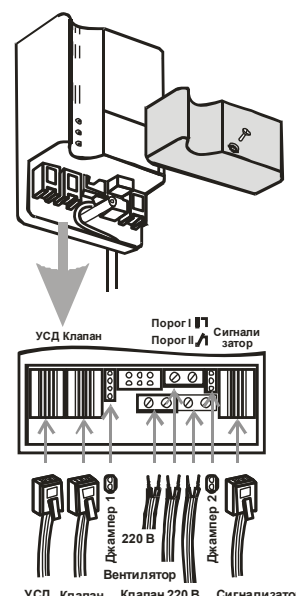

Рисунок 2 - Сигнализатор БУГ моноблочного исполнения
1.5.2. На передней стенке Сигнализатора моноблочного исполнения (рисунок 2) расположены светодиоды:
2.2.6.1. Открутить винт крепления съемной панели Сигнализатора и открыть клеммный отсек (см. рисунок 2).
Вид клапана	Положение джампера (см. рисунок 2)